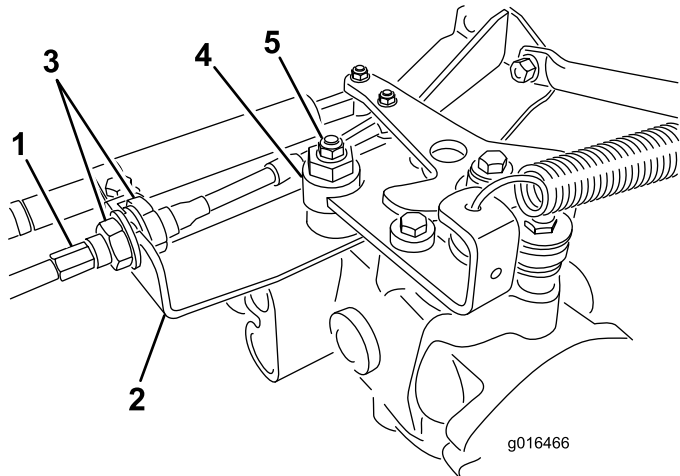

Figura 41
- A. Slăbii ambele contrapiulie care fixează cablul de comandă al traciunii la placa despărtoare de pe sistemul hidrostatic (Figura 41). Asigurați-vă că respectivele contrapiulie sunt slăbite în mod egal și suficient pentru a permite reglarea.
Notă: Slăbii piulia care fixează excentricul la partea superioară a hidrostaturii (Figura 41).
- E. Când roata se oprește, strângeți contrapiulia excentricului și reglajul (Figura 41).
- G. Din fiecare parte a plăcii despărtoare, strângeți uniform contrapiuliile, fixând cablul de traciune pe placă (Figura 41). Nu răsuciți cablul.